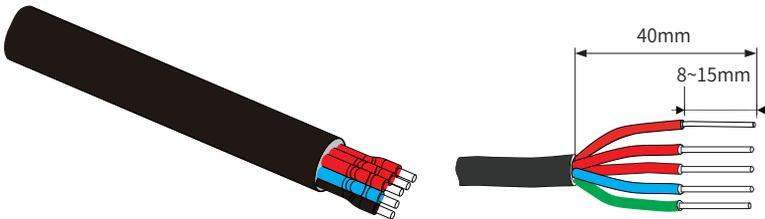

Abb. 5.8 AC-Kabel abisolieren
Schritt 2: Verwenden Sie eine Abisolierzange, um den Schutzmantel und die Isolierschicht des AC-Kabels auf die richtige Länge abzuisolieren, wie in Abbildung 5.8 dargestellt.